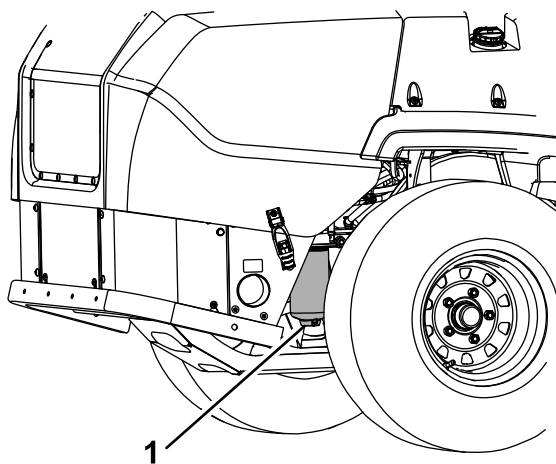

Рисунок 40
4. Відкрийте зливну заглушку на сепараторі води приблизно на 1 оборот, щоб зливались вода та інші забруднювачі (Рисунок 40).